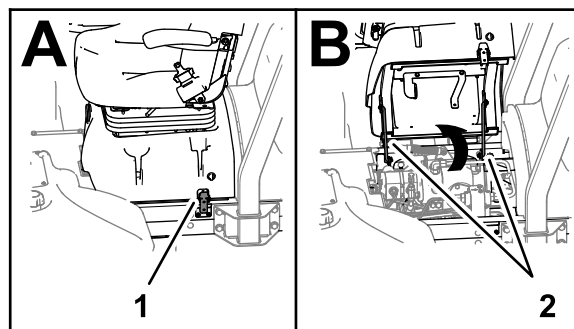

図 4
1. シートベースのラッチを外して運転席とベースを倒し、支え棒で支える **図 4**。